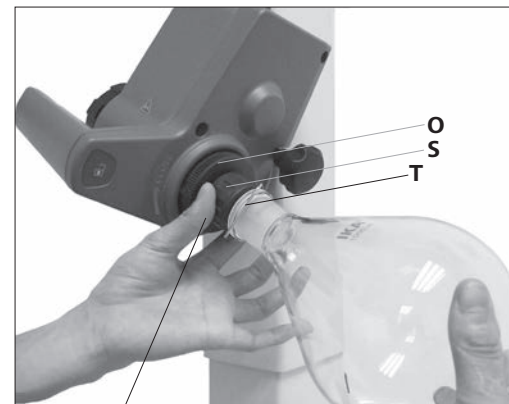

Fig.15b
- 핀이 베이퍼 튜브에 놓일 수 때까지 핀 (S)으로 플라스틱 너트 (P)를 시계 반대 방향으로 돌립니다. (Fig.15b).
- 이제 클램프가 플랜지에 꼭 붙을 때까지 시계 방향으로 플라스틱 너트를 돌립니다. 이렇게하여 잠금 장치 (O)를 증기 파이프에 유지시킵니다.